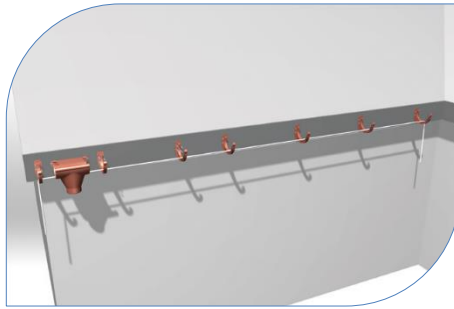

Рис. 11
3.4 Згідно рівню мотузки визначте позиції і змонтуйте інші кронштейни, зберігаючи проміжок 60 см між ними (рис. 11)